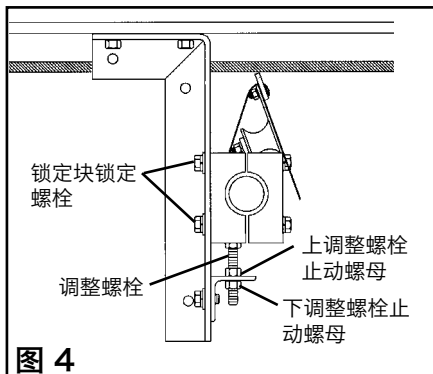

图 4
**注意：** 对齐时要确保刀头不会接触输送带。如果二者发生接触，请松开锁定块螺栓并升高上调整螺栓止动螺母来降低固定杆位置（图 4）。刀头不接触输送带后，重复该步骤。
4. **设置刀头张紧力。** 略微松开所有锁定块锁定螺栓后，将两侧的下调整螺栓止动螺母旋出 5 至 6 圈（图 4）。向下旋转上调整螺栓止动螺母直至在整个清扫器宽度范围内刀头和输送带可以略微接触。再将两个上调整螺栓止动螺母转动 1-1/2 圈，拧紧两个下调整螺栓止动螺母。拧紧所有锁定块锁定螺栓。仔细检查清扫器上的所有螺栓和螺母是否已拧紧。